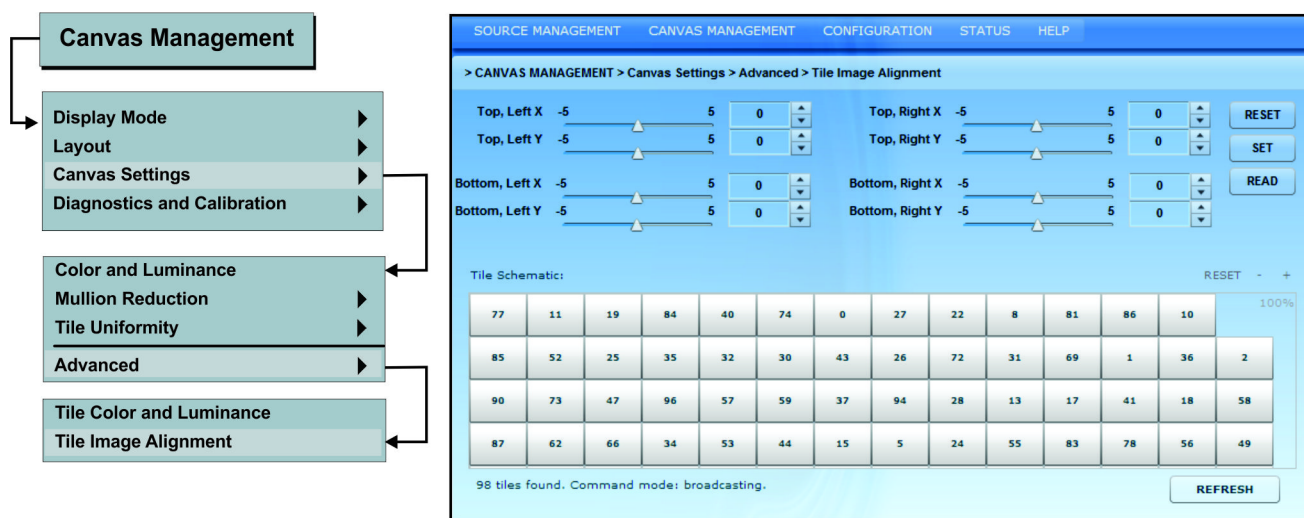

Рис. 3-32 Дополнительное выравнивание изображений в ячейках
- Перейдите в окно Выравнивание изображений в ячейках (Рис. 3-32) и отрегулируйте горизонтальное и вертикальное смещение верхнего левого, верхнего правого, нижнего левого и нижнего правого углов. Величина коррекции указывается в миллиметрах. Нажмите кнопку **Считать**, чтобы проверить результат, а затем кнопку **Задать**, чтобы изменения вступили в силу.